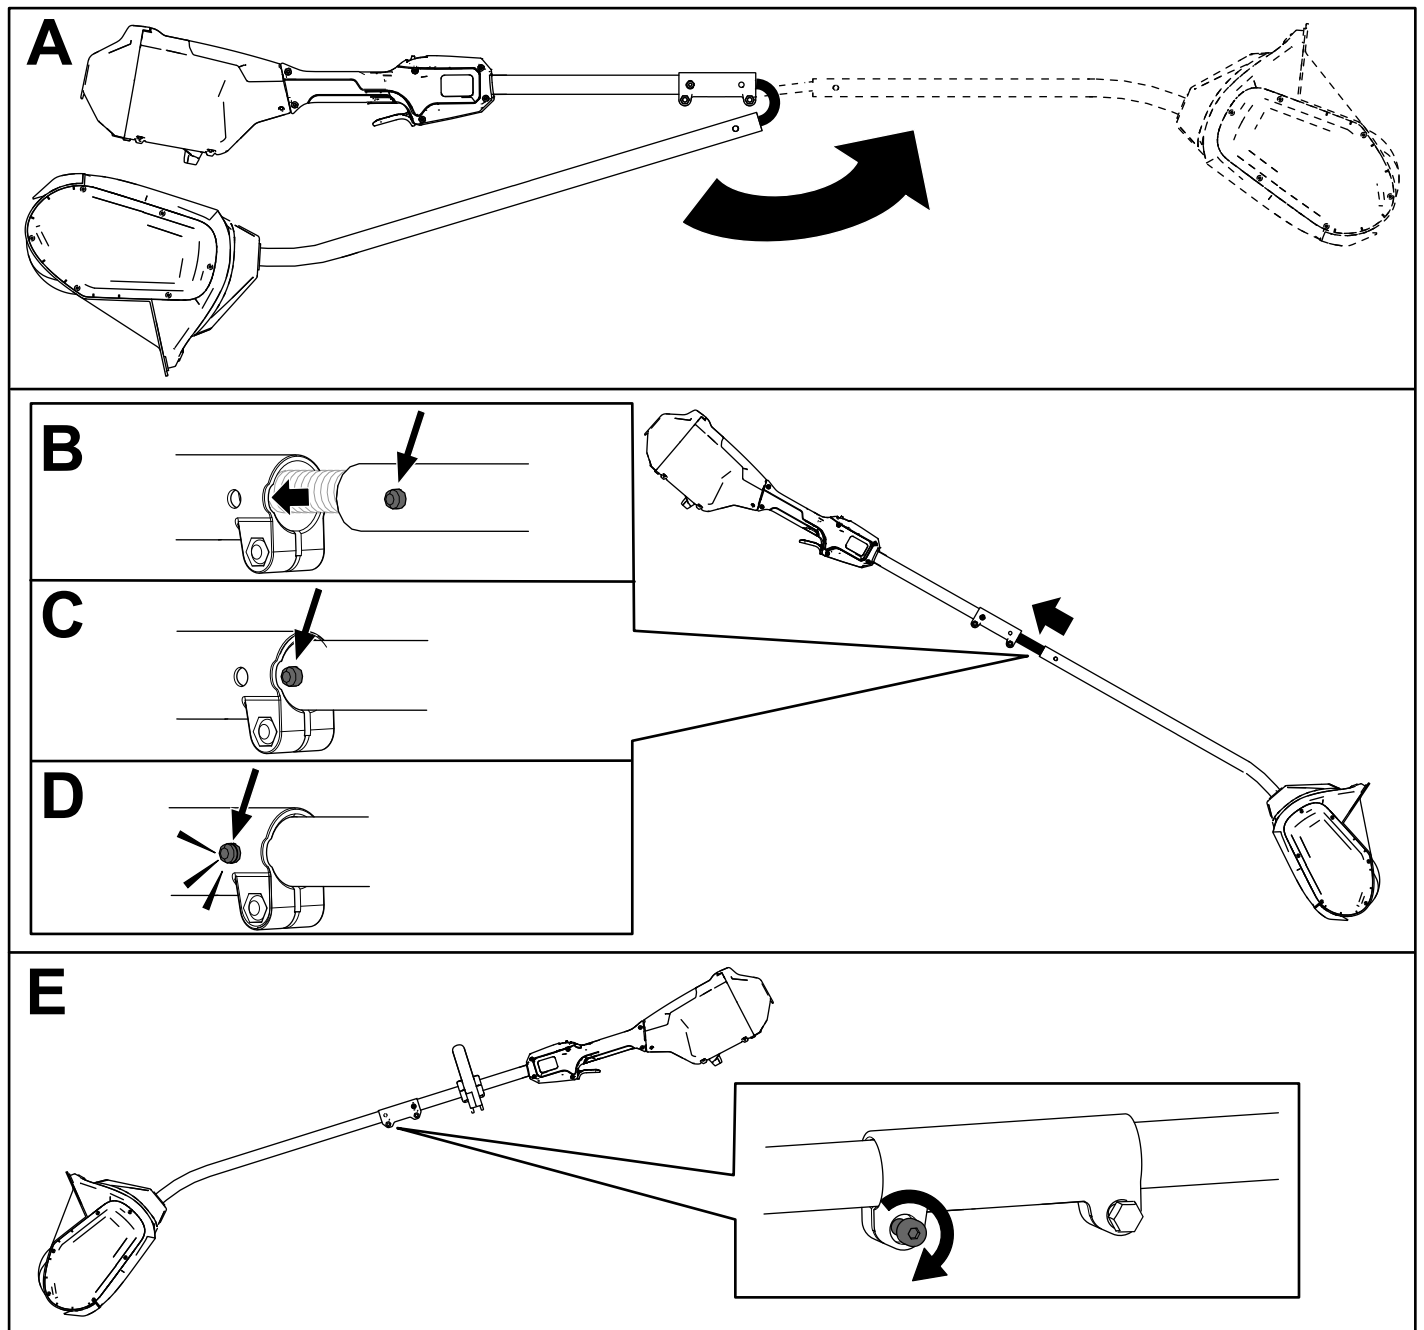

Figura 3
1. Despliegue el mango (Figura 3, A).
2. Alinee el botón de bloqueo del eje inferior con el orificio alargado del eje superior y junte los dos ejes (Figura 3, B y C).
- Nota:** El botón de bloqueo hace clic en el taladro alargado cuando los ejes están sujetos (Figura 3, D).
3. Usando la llave allen suministrada, apriete el tornillo del conector del eje hasta que quede firme (Figura 3, E).